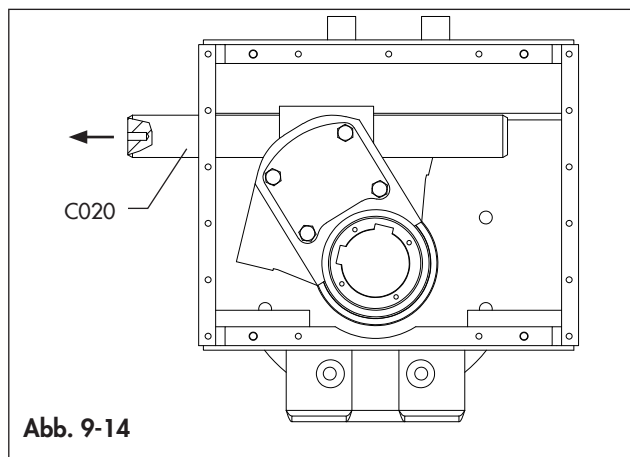

Abb. 9-14
- Entfernen Sie die Führungsstange (C020). An der Vorderseite der Führungsstange befindet sich eine Gewindebohrung zum Anheben mit einer geeigneten Vorrichtung. (Abb. 9-14)